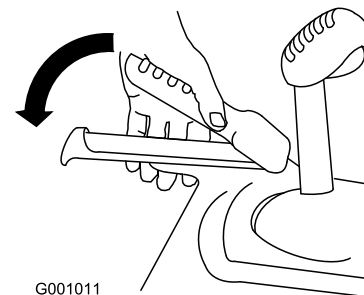

Figure 19
3. Serrez le levier gauche (déplacement) contre la poignée (Figure 19).